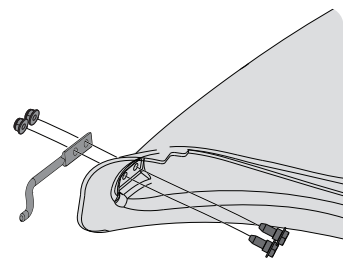

Figura 15
1. De adentro hacia afuera, ponga los dos tornillos de pivote (738-1225), paquete de herrajes de la bota bagger 689-02199, a través de los agujeros en la bota. Vea la Figura 15.
2. Ponga la barra de montaje en lugar sobre los tornillos de pivote con la punta de la barra (747-06309) que mira hacia afuera del bota. Vea 1 en la Figura 15.
3. Empezó a taladrar las tuercas de seguridad con brida en los tornillos de pivote (712-04064). Vea 2 en la Figura 15.